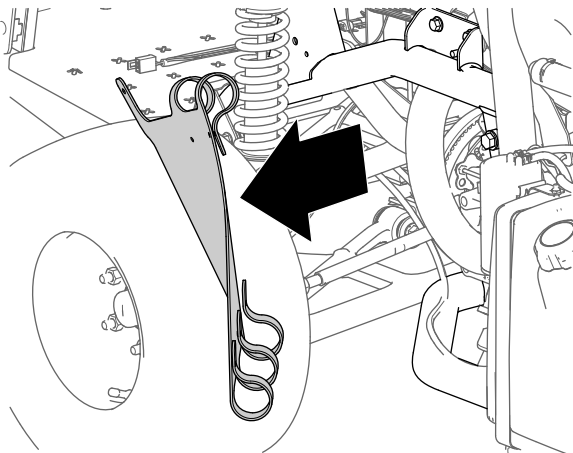

Bild 13
5. Nehmen Sie die innere Kotflügelhaube von der Maschine ab (Bild 13).